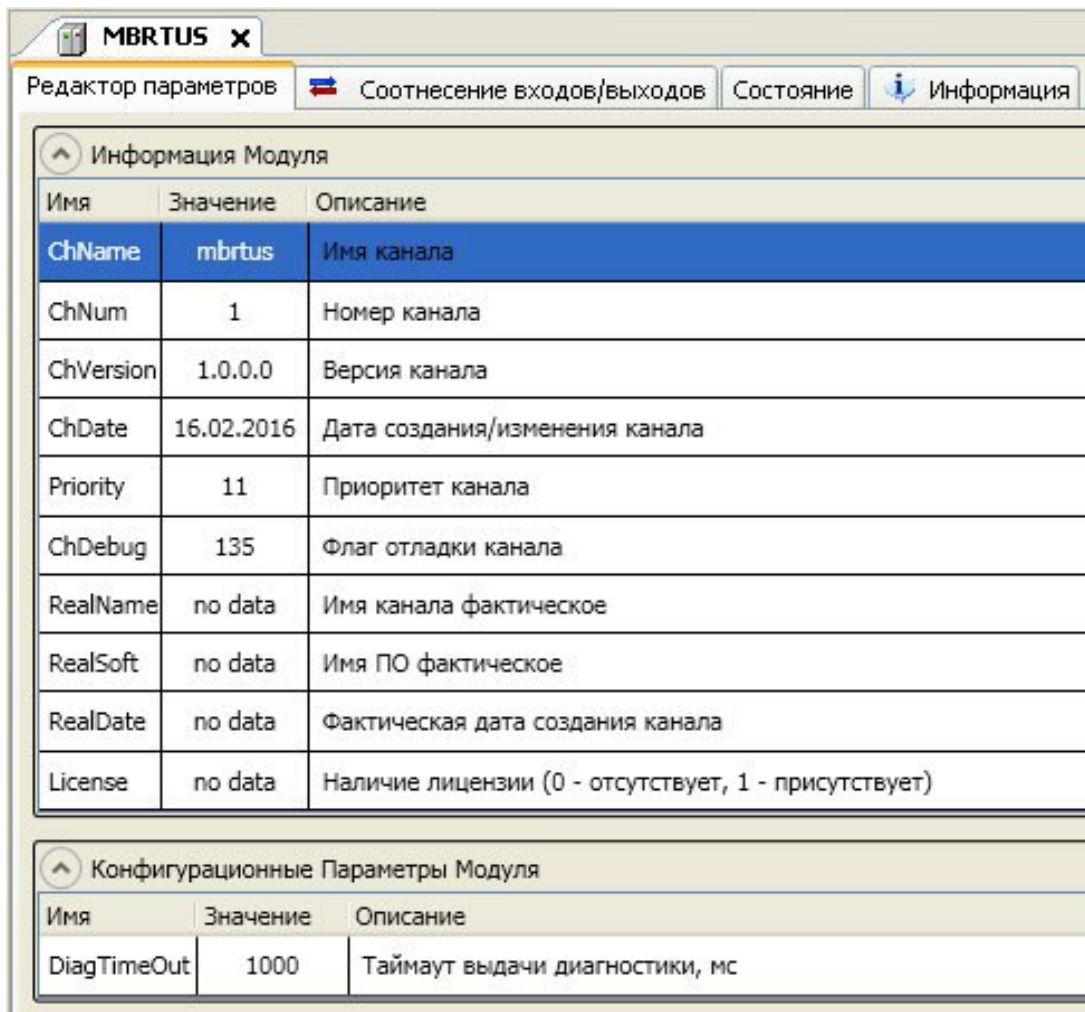

Рисунок 3.32 – Модуль MBRTUS. Закладка Редактор параметров
- 2 Перейти на закладку *Редактор параметров* (см. рисунок 3.32).